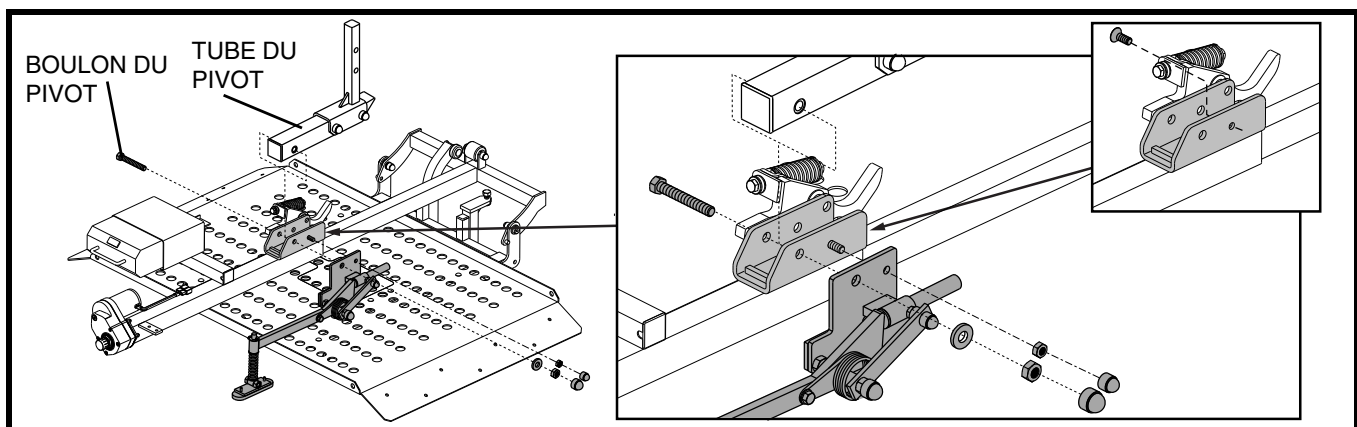

Figure 4. Installation du bras de blocage
*NOTE: Si votre système de levage est équipé d'un goujon fileté permanent, l'enlèvement du tube de pivot n'est pas requis pour l'installation du bras de blocage. Voir la figure 4.*
2. Faites fonctionner l'appareil afin de dégager le boulon du pivot. **Voir la figure 4.**
4. Retirez le tube du pivot. **Voir la figure 4.**